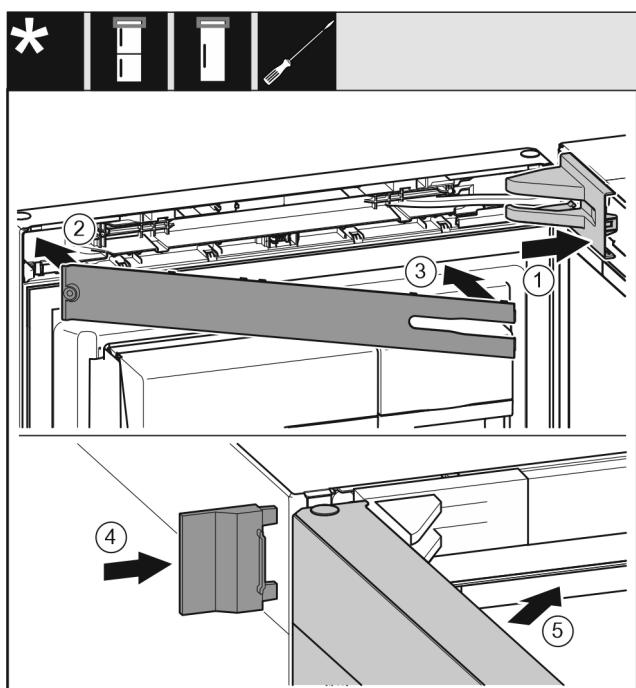

Fig. 51
- Uzlieciet un nofiksējiet gultņa balsta pārsegū, ja nepieciešams, uzmanīgi atspiediet. Fig. 51 (1)
- Uzlieciet aizsegu. Fig. 51 (2)
- Pievirziet aizsegu un nofiksējiet. Fig. 51 (3)
- Uzbīdīt ārējo pārsegū. Fig. 51 (4)
- Aizveriet augšējās durvis. Fig. 51 (5)